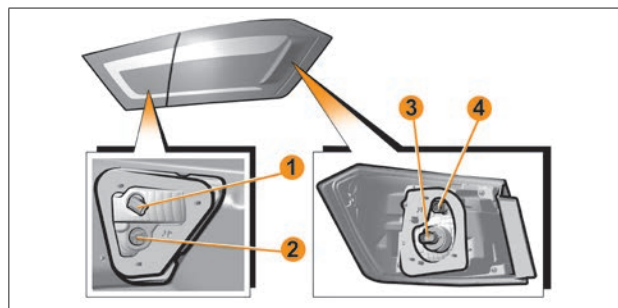

Рис. 13. Задние фонари
- Для замены лампы света заднего хода **1** (рис. 13) необходимо:
- преодолевая сопротивление держателей, отогнуть обивку крышки багажника для доступа к патрону-разъему **1** (рис. 13). Во избежании повреждения обивки, отгибание производить на величину не более 7–8 см;
- повернуть патрон-разъем **1** (рис. 13) против часовой стрелки и вынуть его из посадочного места в сборе с лампой;
- Для замены лампы габаритного огня **2** (рис. 13) необходимо: